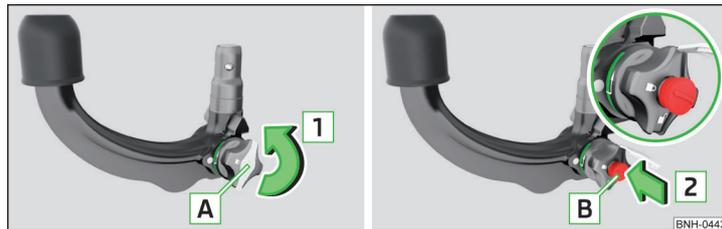

Fig. 104 Retire la tapa de la cerradura/introduzca la llave en la cerradura
- Extraiga la tapa **A** de la cerradura en el sentido de la flecha **1** » fig. 104.